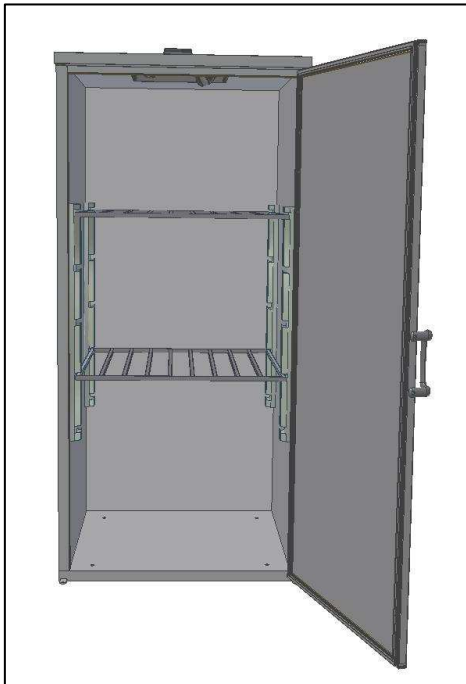
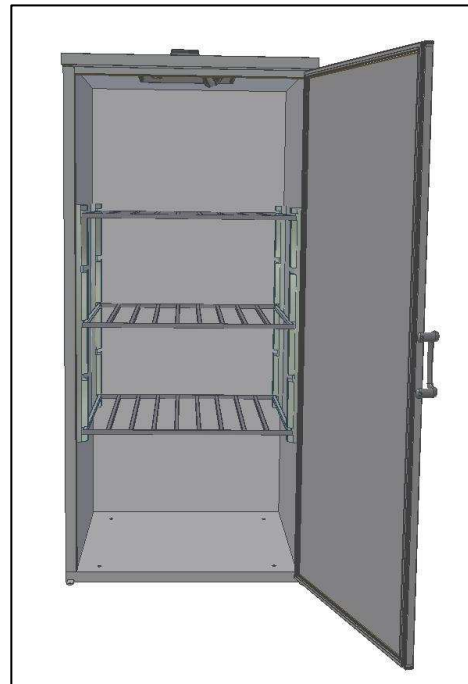

Fig. 14
Fig. 15
- Placer **les grilles** à l'intérieur de l'armoire. Armoire 1850 (Fig.14), Armoire 2000 (Fig. 15);